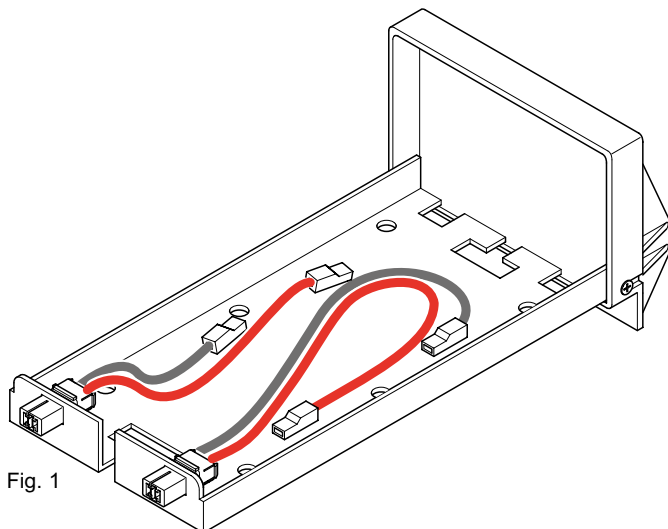

Fig. 1
- Insert short and long wirings in the two proper slits and fix them with proper brackets as shown in Fig. 1.
- Inserire i cablaggi corto e lungo nelle apposite aperture presenti nel telaio e fissarli con l'apposita staffa verificando la corretta polarità illustrata in Fig.1.